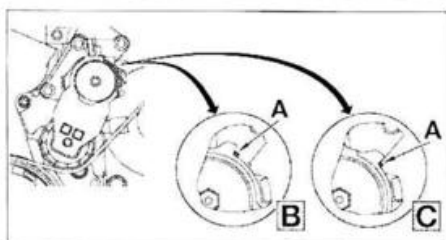

FIG. 14
Marcar el sentido de rotación de la correa en caso de su reutilización. Durante el desmontaje, si el índice (A) se encuentra en posición (B) (fig. 14), cambiar la correa de accesorios. La posición (C) del índice (A) indica el buen estado de la correa. Comprobar la libre rotación del rodillo tensor sin puntos duros ni juego excesivo; en caso contrario, sustituirlo.
- Comprimir el rodillo tensor (1) con el útil PSA (0194-E3 para motor DV6TED4, 0194-E1 para motor DV6ATED4) o una llave fija actuando sobre el punto (D), en sentido horario, hasta poder colocar